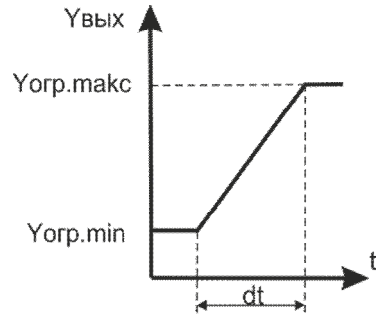

Рис. 22
- скорости изменения $v_{огр} = \frac{Y_{огр.макс.} - Y_{огр.мин.}}{\Delta t}$ (рис.22), используемые